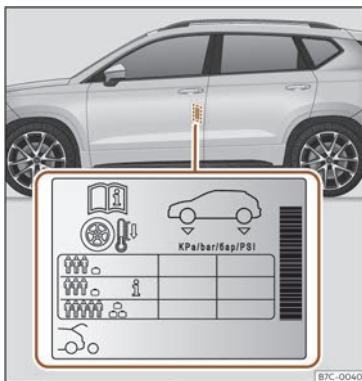

Fig. 202 Localización do adhesivo da presión de inflamento dos pneumáticos.
- Adapte a presión dos pneumáticos á carga que leva o vehículo >>> **fig. 202.**
Os valores da presión de inflamento están indicados na etiqueta adhesiva situada na parte posterior do marco da porta dianteira esquerda >>> **fig. 202.**
A presión dos pneumáticos débese adaptar á carga actual do vehículo. Se o vehículo vai ir cargado ao máximo, debe aumentar a presión de inflamento ao valor máximo de carga indicado na etiqueta adhesiva >>> **fig. 202.**
No caso dunha roda de emerxencia minimizada (125/70 R16 ou 125/70 R18), inflar a 4,2 bar de presión segundo se indica na etiqueta de presión dos pneumáticos >>> **fig. 202.**
En función do vehículo, a presión de inflamento dos pneumáticos pódese adaptar a media carga para aumentar o confort de marcha (presión de inflamento **i** >>> **fig. 202**). Cando se circula coa presión de inflamento de confort, o consumo de combustible pode aumentar lixeiramente.
- O condutor é responsable de que todos os pneumáticos do vehículo estean inflados á presión correcta. A presión de inflamento recomendada vén indicada nun adhesivo >>> fig. 202.
- Cos pneumáticos en frío, deberase manter sempre a presión indicada no adhesivo >>> fig. 202.